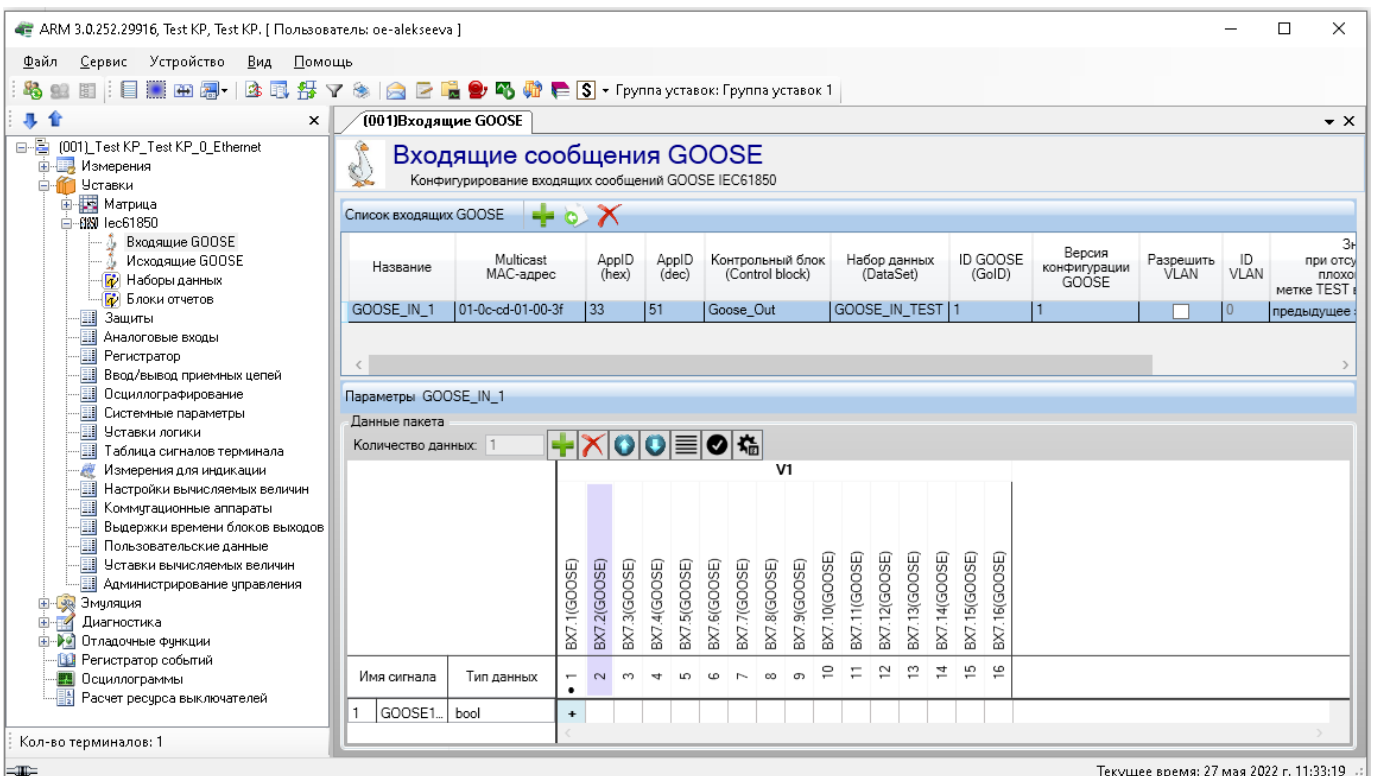

Рисунок 7.6
- 2) в разделе IEC61850 → Входящие GOOSE задать параметры получаемых GOOSE-сообщений: по одному блоку IEC 61850_GOOSE_IN на каждую рассылку (см. рисунок 7.6). Максимальное количество входящих GOOSE-сообщений достигает 48.